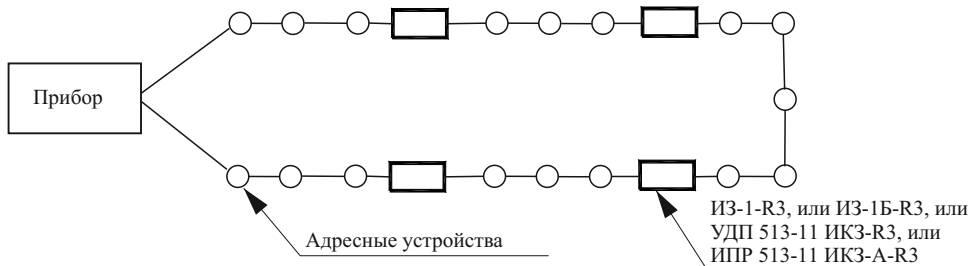

Рисунок 3
- разрывать кольцевую АЛС (рисунок 3) между двумя местами установки ИЗ-1Б-Р3. Это локализует участок между ИЗ-1Б-Р3 и оставляет работоспособными остальные участки АЛС;